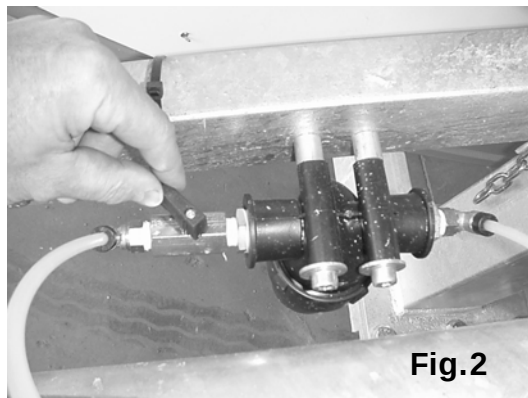

Fig.2
- 2) verificare che il rubinetto di regolazione della velocità di chiusura sia completamente chiuso (fig.2, pos.1).
- 2) check that the speed adjusting valve is completely closed (fig. 2, pos. 1).
- 3) Controllare che la valvola a farfalla sia aperta, quindi spurgare il pistone dall'acqua (fig.2).
Se durante il funzionamento viene manomessa la regolazione del rubinetto posto vicino al filtro (fig.2), si potrebbe verificare una chiusura violenta della valvola a farfalla tra-mite pistone generando così colpi di ariete o la mancata chiusura della valvola.
- 3) Check that the batterfly valve is open and drain the water from the piston (fig.2).
- 2) se la valvola non si apre, regolare la corsa della leva del rubinetto di comando tramite apposita vite (fig.2).
(FIG. 2)
- 2) if the valve does not open, adjust the stroke of the control valve lever using the adjusting screw (fig.2).